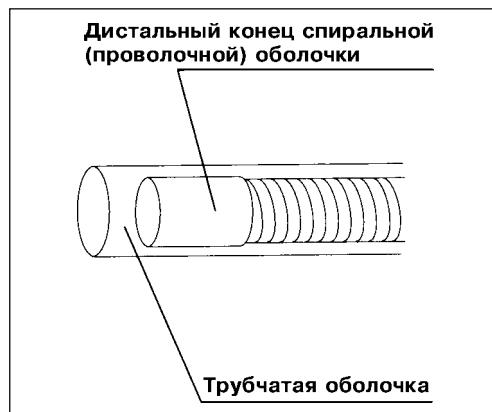

Рис. 5.4.
2. Убедитесь в том, что запирающий механизм подвижного соединения трубчатой оболочки находится в освобождённом состоянии. При этом дистальный конец спиральной (проволочной) оболочки полностью втянут в просвет трубчатой оболочки (см. рис. 5.4).